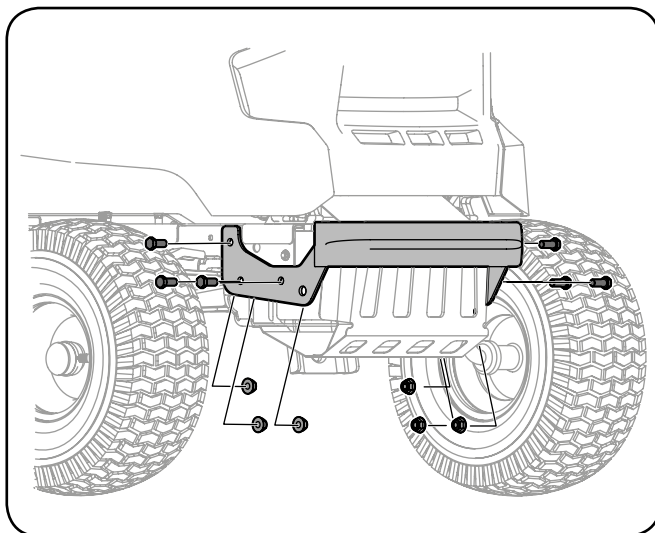

Рисунок 3-1
1. С помощью ключей на 9/16» (14 мм) прикрепите бампер к раме трактора шестью винтами с шестигранной головкой и фланцевыми гайками (см. рис. 3-1).